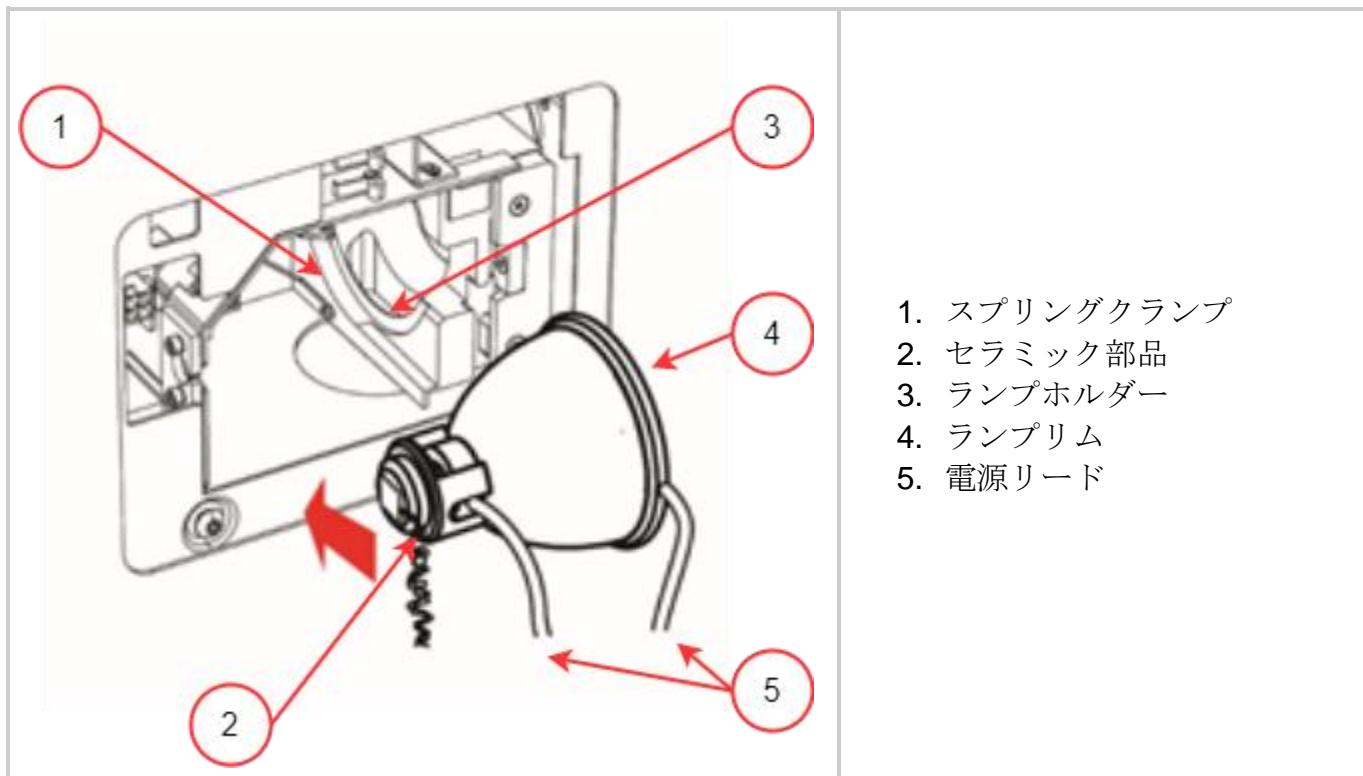

図 3-4 ランプの取り付け方向
2. 図 3-4 に示すように、セラミック部品またはランプリムだけを持って、ランプモジュールを容器から注意深く取り出してください。
3. 図 3-4 のように、ランプをユニットのフロントパネルに向け、電源リードをユニットから遠ざけるように配置します。ランプは、リフレクター（ランプリム）の先端がランプホルダーアセンブリの取り付け溝に嵌まるように、位置を合わせてください。
1. ランプの中央部が図 3-4 に表示のスプリングクランプに収まる位置にあることを確認してください。